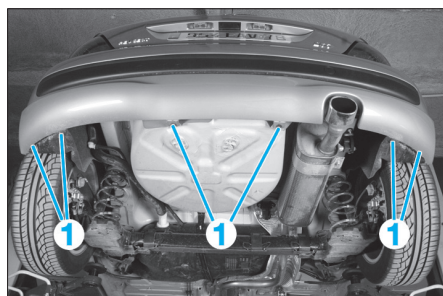

Fig. 147
- Sous le véhicule, déposer les vis (1) (Fig.147).